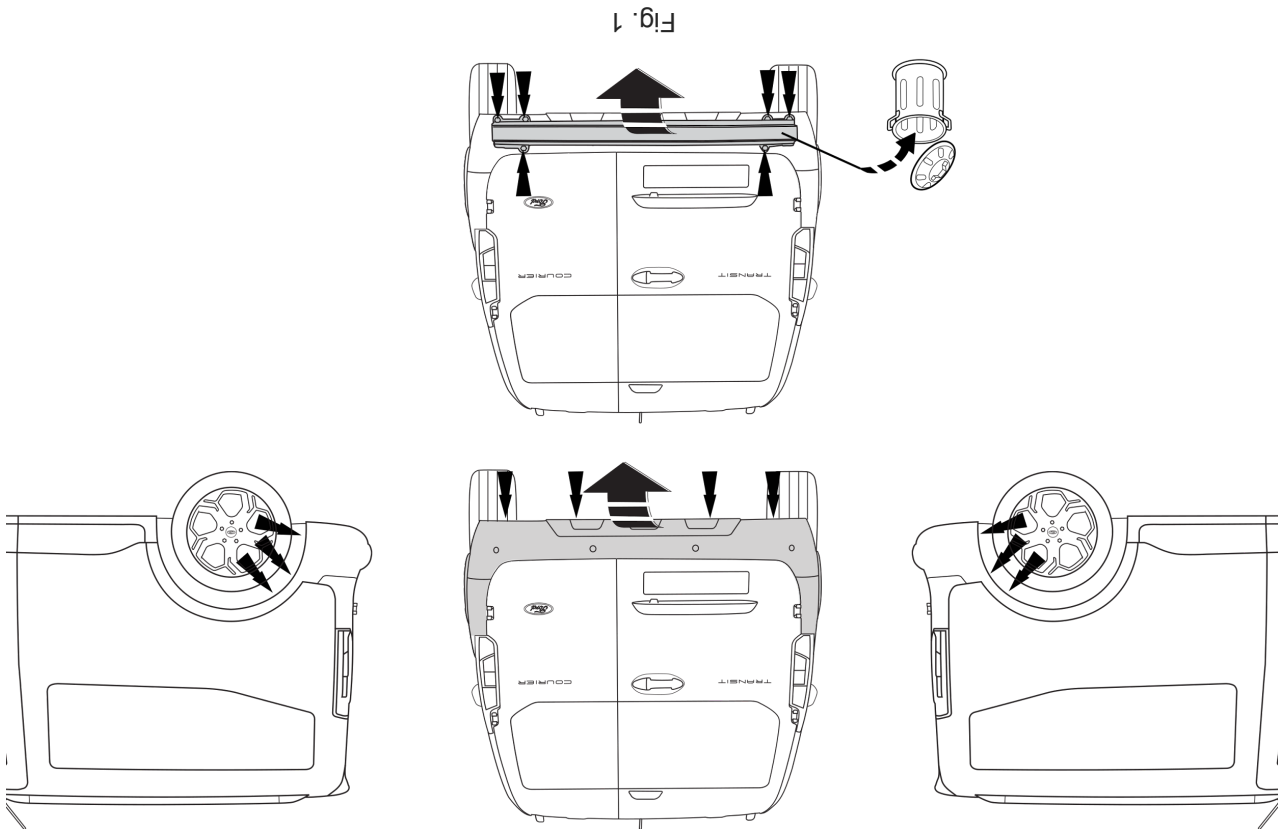

Fig. 1
1. Die Stoßstange einschließlich des Stoßbalkens vom Fahrzeug abmontieren. Der Stoßbalken wird nicht mehr benötigt. Siehe Abbildung 1.